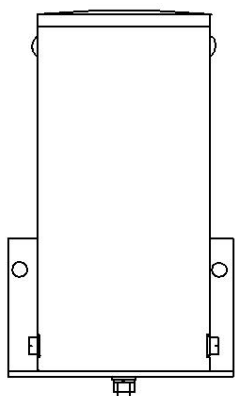
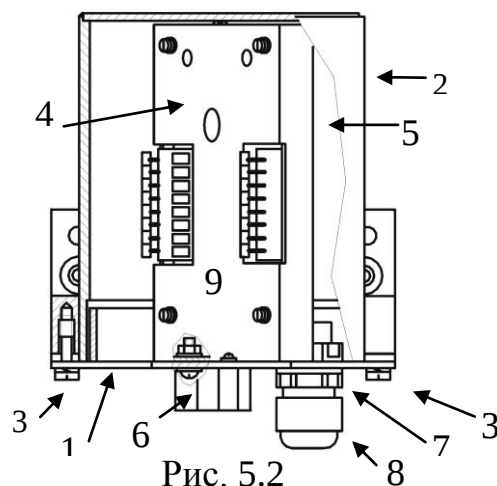

Рис. 5.1
Рис. 5.2
5.4.2.1 Блоки (рис. 5.1) предназначены для ветвления кабелей линии связи и подключения двух смежных извещателей. Блоки выполнены в металлических корпусах 1 со степенью защиты IP65 (рис. 5.2) со съемной крышкой 2. Крепление крышки осуществляется двумя невыпадающими винтами 3. В корпусе установлено шасси 4. На обратной стороне шасси закреплена печатная плата 5. Через окна в шасси обеспечен доступ к установленным на плате наборам зажимов «БПР..-1» и «БПР..-2» для подключения кабелей БПР..1, БПР..2, переключателю управления SA1 и светодиодным индикаторам